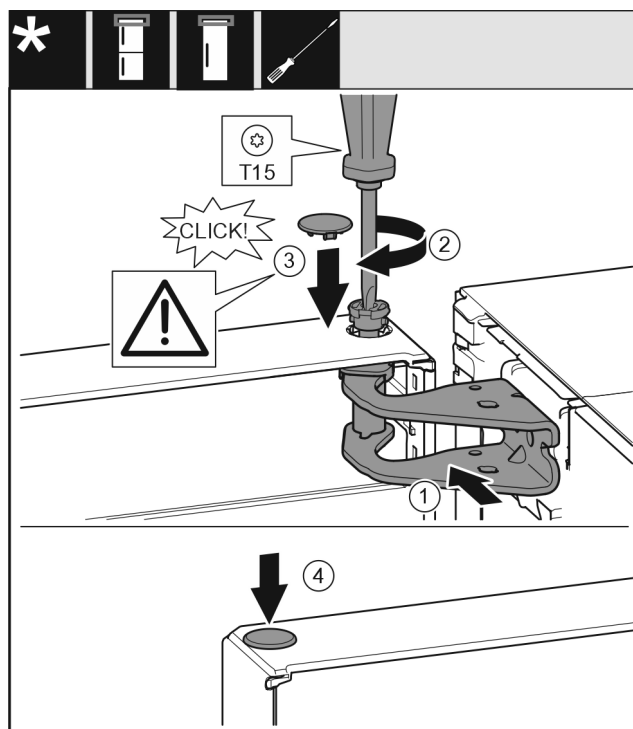

Fig. 23
- Aligner la porte en haut sur l'ouverture du support de palier Fig. 23 (1).
- Insérer l'axe Fig. 23 (2) et le serrer avec un tournevis.
- Installer le couvercle Fig. 23 (3).
- Vérifier que le couvercle Fig. 23 (3) repose bien sur la porte.
- Installer le couvercle Fig. 23 (4).